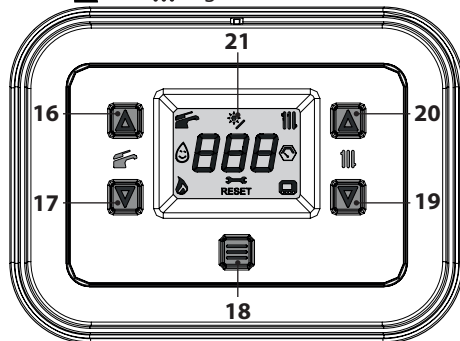

Figura 2.3
- Tenere premuto per 1 secondo il tasto 18 fino a far apparire sul display entrambi i simboli  e  Figura 2.3.